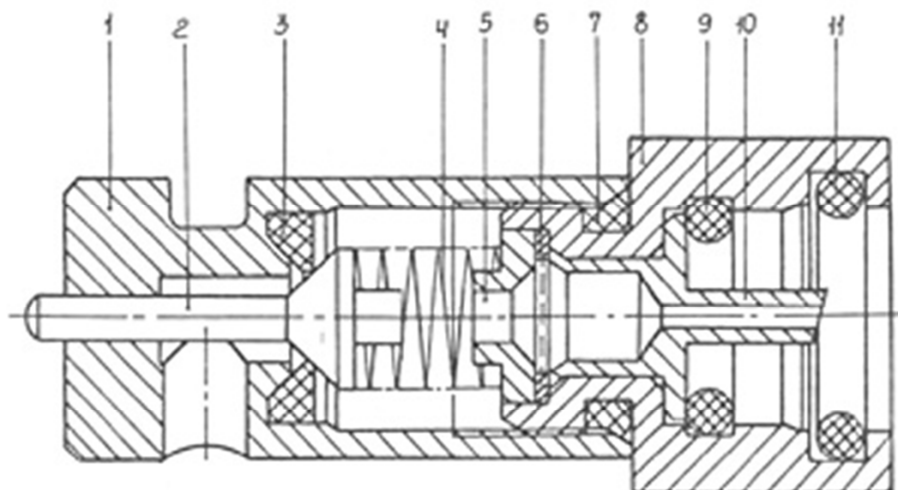

Рис. 3 – Схема клапанного устройства
8.10. Для замены вышедшего из строя элемента запорного 3 (рис. 3), который является уплотнением клапана, необходимо выбить штифт 13 (рис. 1) и снять клапанное устройство 12. Отвернуть втулку клапана 1 (рис. 3) от переходника 8, снять клапан 2 с пружинной 4 и аккуратно извлечь элемент запорный из втулки клапана. После установки нового уплотнения провести сборку в обратном порядке.